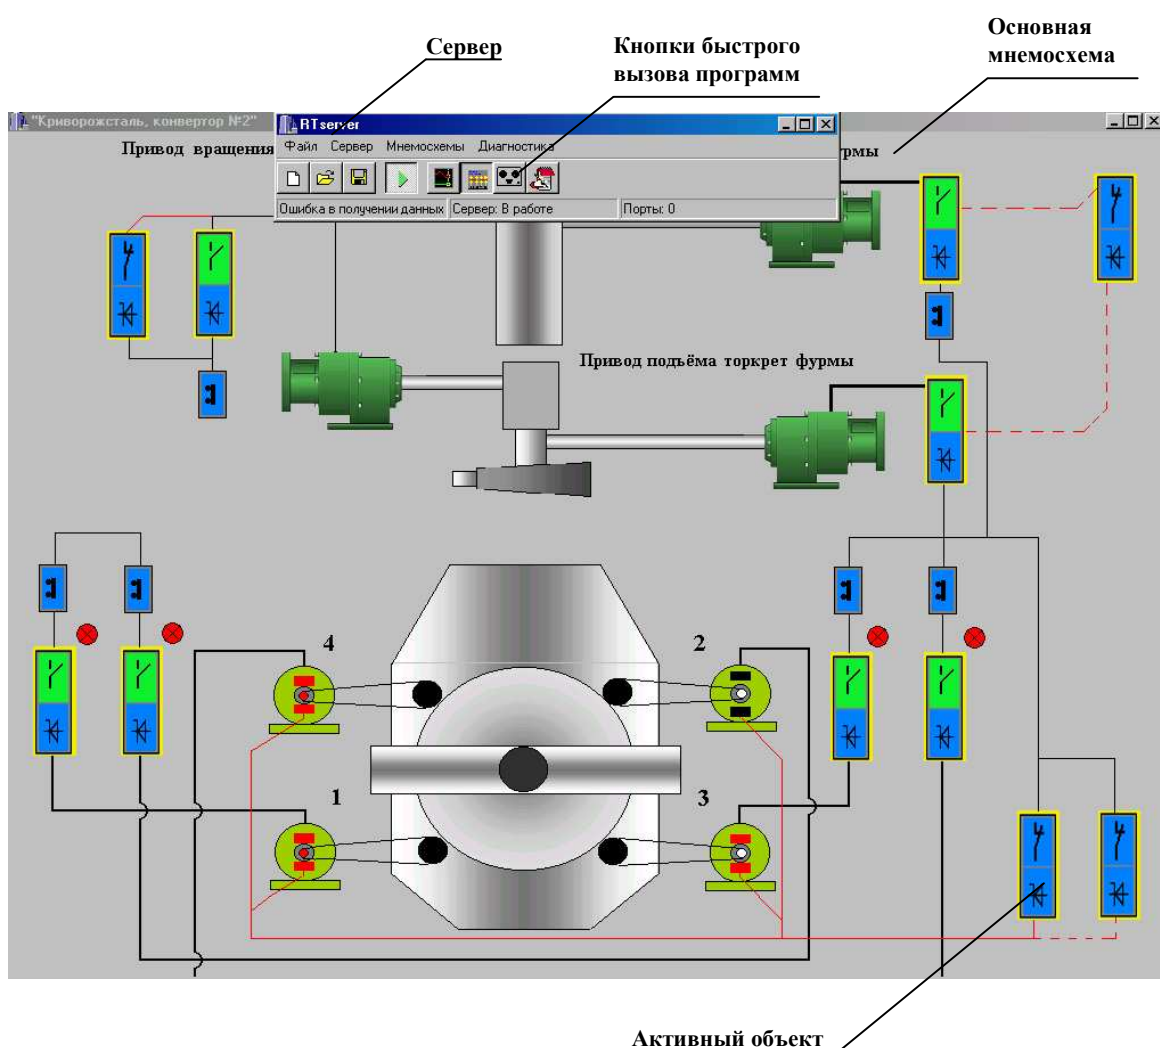

Рис. 2.1 Экран оператора при старте системы
2.3.1 Мнемосхема, вид которой представлен на рис. 2.1, загружается автоматически вместе с программой «Сервер». Окно, в котором расположены объекты диагностики, называется основной мнемосхемой. На основной мнемосхеме могут присутствовать объекты нескольких типов, описанные ниже.
2.3.2 Щелчок левой кнопкой мыши в поле активного объекта может раскрыть дополнительное окно, в котором может отображаться приборная панель, состояние защит, детальная схема объекта. Если нажать на активный объект, обозначенный на рис.2.1, то это вызовет загрузку приборной панели, отображающей основные параметры КТЭ. Эта панель обновляется динамически в зависимости от значения измеряемых параметров.